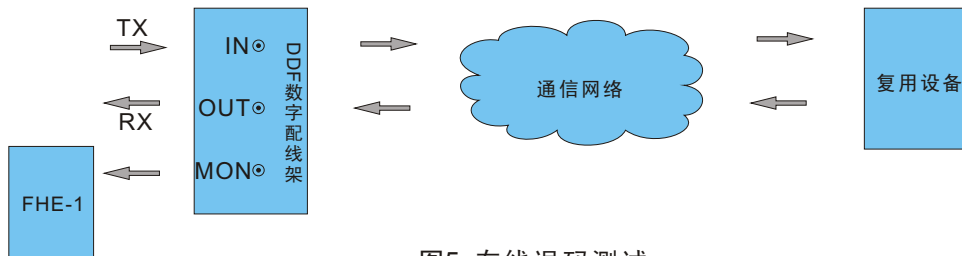

图5 在线误码测试
(1)如果在DDF数字配线架上已经有三通接头，则可用FHE-1线路测试仪直接进行在线测试，仪表测试连接如图5: